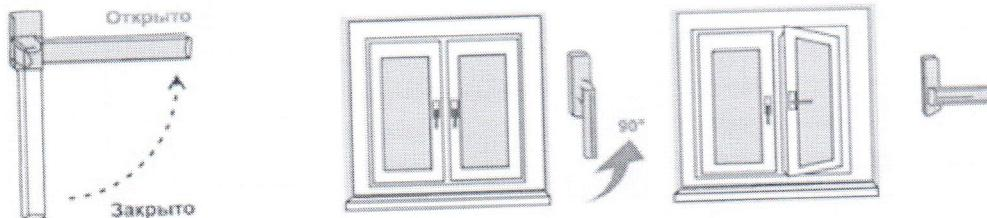

Рис.1
- 2) Чтобы открыть (распахнуть) створку окна, ручку поворачивают на 90 градусов в горизонтальное положение (положение «Открыто» на Рис. 1). При повороте ручки закрытую створку слегка прижимают к раме другой рукой (чуть выше ручки). Затем, потянув за ручку, створку распахивают (сплошной режим - поворотное открывание).